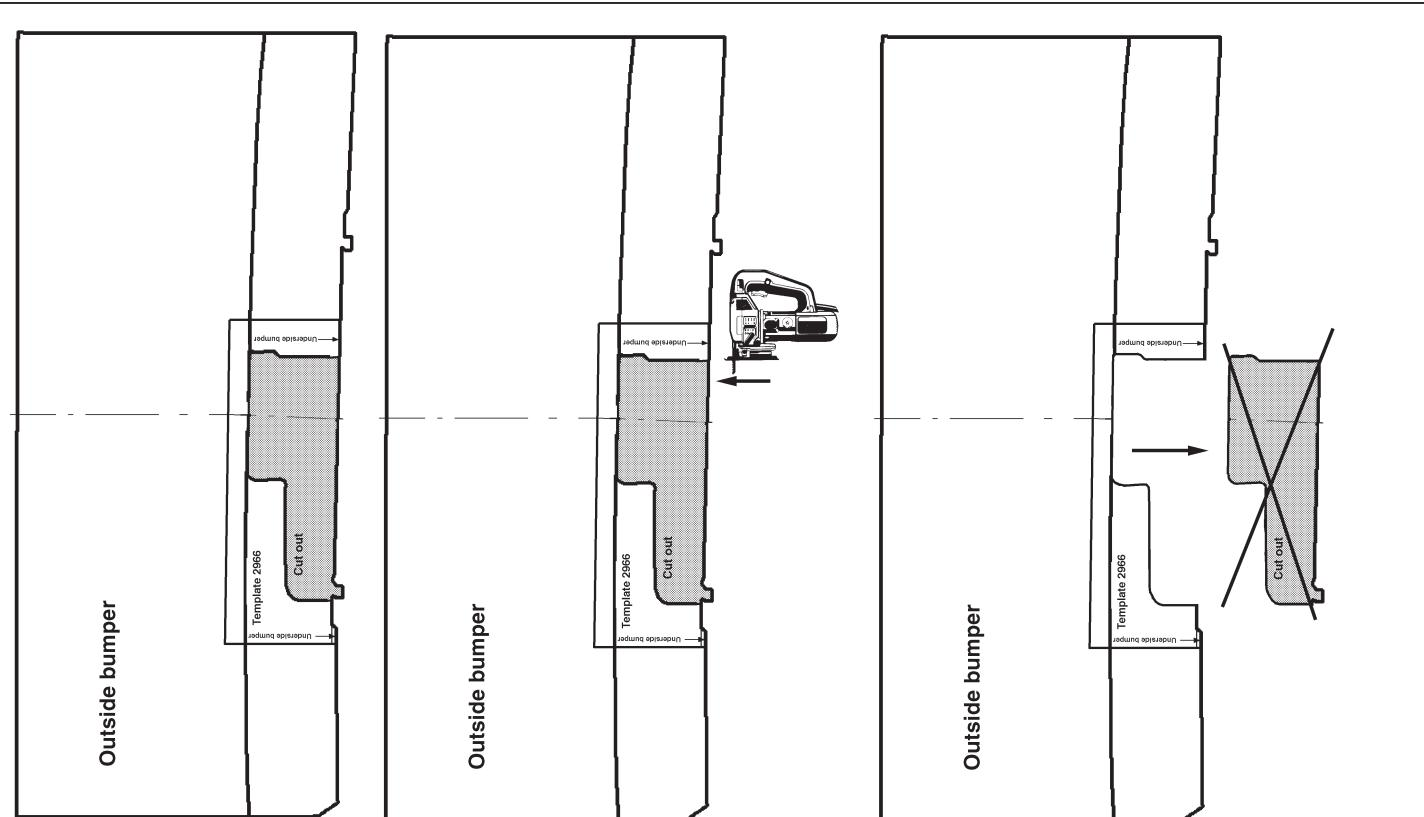

Fig. 1
1. Dégager le plancher du coffre. Retirer le cric du coffre (à gauche), l'écran arrière en plastique et les compartiments de rangement en plastique (à gauche et à droite). Démonter le pare-chocs du véhicule. Retirer la garniture du pare-chocs. Retirer les amortisseurs situés dans la garniture. Une fois retirés, ces amortisseurs ne seront plus remis en place. Scier un morceau du pare-chocs conformément à la fig. 1.
- Frigör golvplåten i bagageutrymmet. Avlägsna ur bagageutrymmet domkraften (vänster), bakpanelen av plast och förvaringsfacken av plast (höger och vänster). Demontera kofångaren från fordonet. Avlägsna innanmåtet ur kofångaren. Avlägsna stötdämparna från innanmåtet, dessa förfaller. Såga ut en del ur kofångaren enligt fig.1.
- Placera det hela mot bilen och montera dragkroken med sex skruvar M10x40 inklusive plan- och fjäderbrickor. Placera den löstagbara kulans hus mellan monteringsplattorna och montera det med två skruvar M10x80 (10.9), inklusive kontaktplattan, planbrickor och självslående muttrar (10). Momentdrag alla skruvar och muttrar enligt tabellen. Sätt tillbaka det som avlägsnades ur bagageutrymmet under punkt 1.
- Ryd gulvet i bagagerummet. Fjern følgende fra bagagerummet: donkr-aften (til venstre), bagskærmen af kunststof og kunststoflommerne (til højre og venstre). Fjern kofangeren fra køretøjet. Fjern den indre del af kofangeren (inderværket). Fjern støddæmperne fra inderværket. Disse støddæmpere skal ikke genanbringes. Sav et stykke ud af kofangeren, se fig. 1.
- Anbring helheden på køretøjet og fastgør trækkrogen vha. seks bolte M10x40 inklusive slut- og fjederskiver. Anbring den aftagelige kugles hus mellem montagepladerne og fastgør det vha. to bolte M10x80 (10.9) inklusive stikdåseplade, slutskiver og selvlåsende møtrikker (10). Spænd alle bolte og møtrikker i henhold til tabellen. Genanbring det, der blev fjernet fra bagagerummet under pkt. 1.
- Despejar el suelo del maletero. Retirar del maletero el gato (a la izquierda), la pantalla posterior sintética y los compartimentos almacén sintéticos (a la izquierda y derecha). Desmontar el parachoques del vehículo. Retirar el armazón interior del parachoques. Retirar los amortiguadores del armazón interior. Los amortiguadores retirados no se vuelven a poner. Serrar una parte del parachoques de acuerdo con la fig. 1.